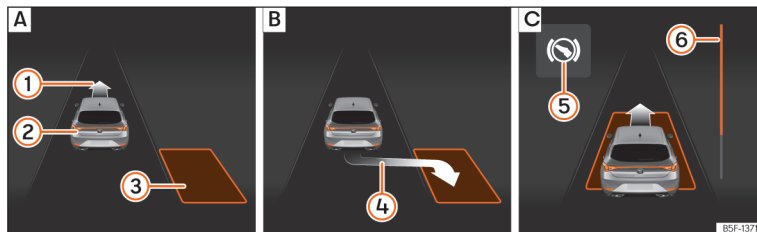
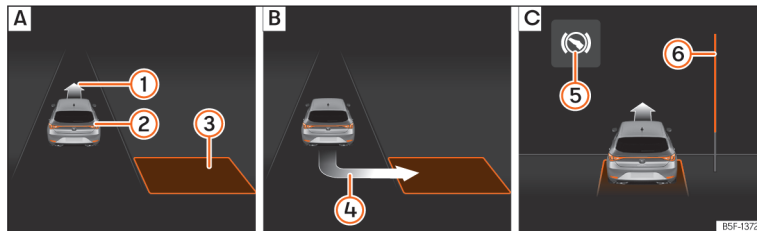

Рис. 159 Дисплей комбінації приладів: паралельне паркування. [А]: Пошук місця для паркування. [В]: Положення для паркування. [С]: Маневрування.
Рис. 160 Дисплей комбінації приладів: перпендикулярне паркування. [А]: Пошук місця для паркування. [В]: Положення для паркування. [С]: Маневрування.
- На дисплеї комбінації приладів перевірте, чи "підходить" знайдене місце для паркування та чи правильне положення займає автомобіль >>> рис. 159 [В] або >>> рис. 160 [В]. Якщо місце підходить для паркування, на дисплеї відображається стрілка ④.
- Їдьте заднім ходом, доки не почуєте безперервний звуковий сигнал асистента Park Pilot. **АБО:** їдьте назад, доки на дисплеї комбінації приладів не з'явиться вказівка їхати вперед **»» рис. 159** **а** або **»» рис. 160** **а**; **АБО:** їдьте заднім ходом, доки на дисплеї комбінації приладів не з'явиться повідомлення **Робота Park Assist завершена**. Графічний індикатор **б** показує залишкову відстань.
- Рухайтесь уперед, доки не почуєте безперервний звуковий сигнал асистента Park Pilot; **АБО:** їдьте вперед, доки на дисплеї не з'явиться вказівка рухатись назад. Система Park Assist скеровує автомобіль вперед і назад, доки не вирівняє його на місці для паркування **»» рис. 159** **а** або **»» рис. 160** **а**.
Графічний індикатор **»» рис. 159** **б** та **»» рис. 160** **б** на комбінації приладів показує залишкову відстань, яку треба проїхати. Чим більша відстань, тим повнішим виглядає індикатор виконання. Під час руху вперед заповнення індикатора виконання зменшується знизу вгору, а під час руху назад – зверху вниз.